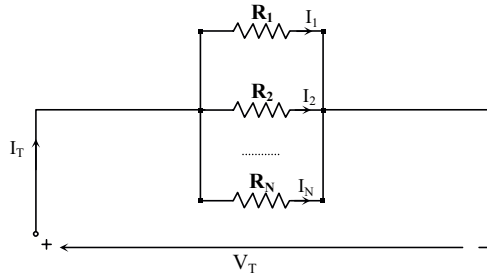

Figura 2.6
Como sabemos para una conexión en paralelo de N resistencias, como muestra la figura 2.6, la resistencia equivalente viene dada por la expresión:
- 2.1.- Montar sobre la placa de pruebas el circuito en serie formado por las tres resistencias en paralelo de los valores indicados de acuerdo con la figura 2.6.